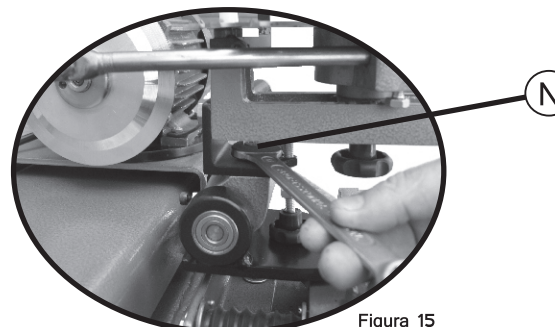
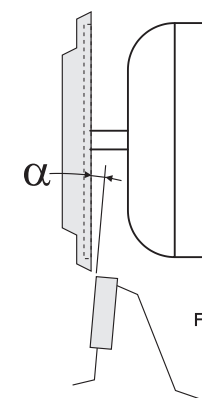

Figura 15
Figura 16
Solte o parafuso (N) (*figura 15*) e regule o ângulo (α) de incidência do dente da serra para avanço sobre o reboło. Conforme a *figura 16*. Após o ajuste, proceda ao aperto do parafuso (N).